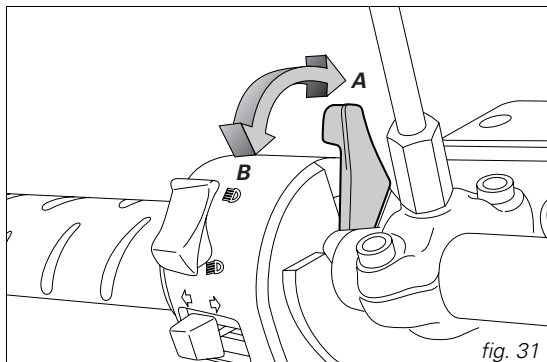

fig. 31
2) Déplacez le levier de starter en position (B, fig. 31).
5) Ensuite, à mesure que la température du moteur augmente, ramener progressivement le levier de starter en position verticale (A, fig. 31). Un moteur chaud doit tenir le ralenti lorsque le starter est complètement fermé.